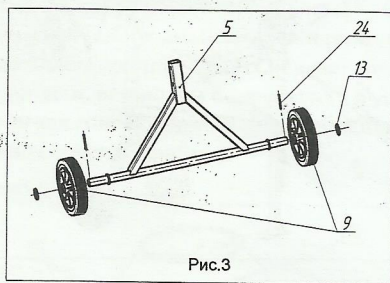

Рис.3
9.1. Установить на оси опоры правой поз.5 два колеса поз.9, шайбы поз.13, вставить в отверстия оси два шплинта поз.24, согласно рис.3. Расшплинтовать шплинты, используя плоскогубцы.